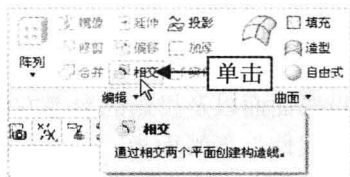

图 9-15 单击“相交”按钮
Step 03 在“功能区”选项板的“模型”选项卡中，单击“编辑”面板中的“相交”按钮，如图 9-15 所示。